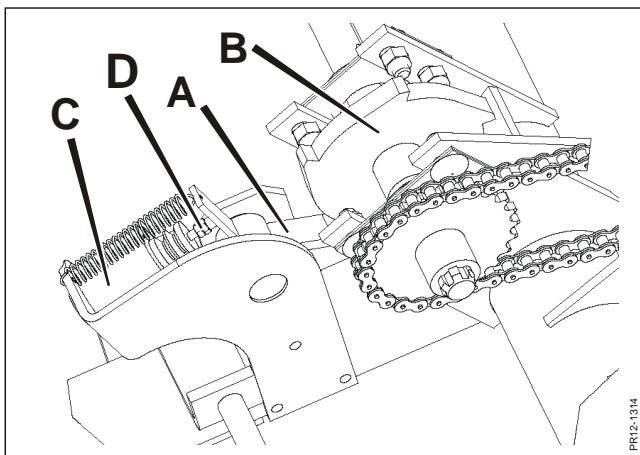

Fig. 5-9
**Fig. 5-9** På maskiner med metaldetektor er et stopsystem integreret i transmissionen for indføringssektionen. Systemet består af en klinke **A** og et klinkehjul **B**, og aktiveres af en spole **C**. Systemet aktiveres, når der er registreret metal i indføringssektionen og spolen får et signal fra elektronikken, der straks bringer klinken **A** i indgreb med klinkehjulet **B**, og indføringssektionen er blokeret.